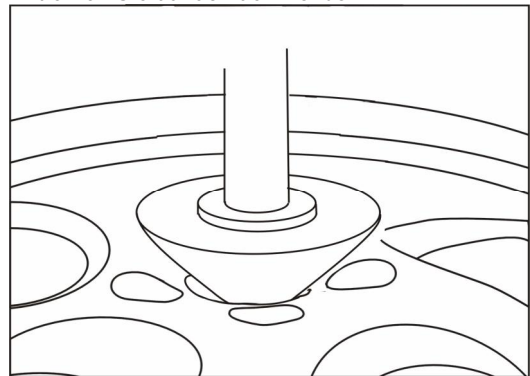
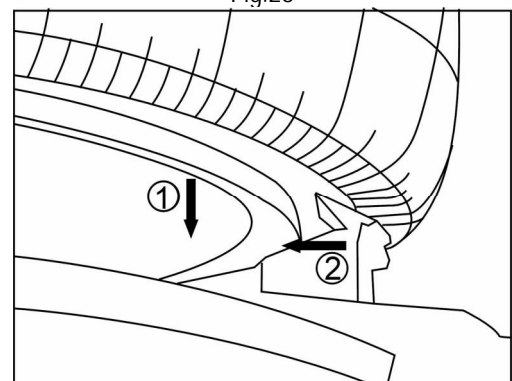

Fig.28
Fig.29
- Benutzen Sie den Konus, um die Bedienung beim Einklemmen von außen zu vereinfachen. Fahren Sie die Spannklaue nach außen (2-3cm entfernt von der Außenkante der Felge) und legen Sie den Reifen auf den Drehteller. Drehen Sie den Schwenkarm so, dass der Konus in das Mittelloch der Felge passt (Fig.28), drücken Sie den Steuerhebel, um die Felge in ihrer Position zu halten und drücken Sie das Pedal „+“, um die Felge einzuklemmen (Fig.29). Entfernen Sie danach den Konus.